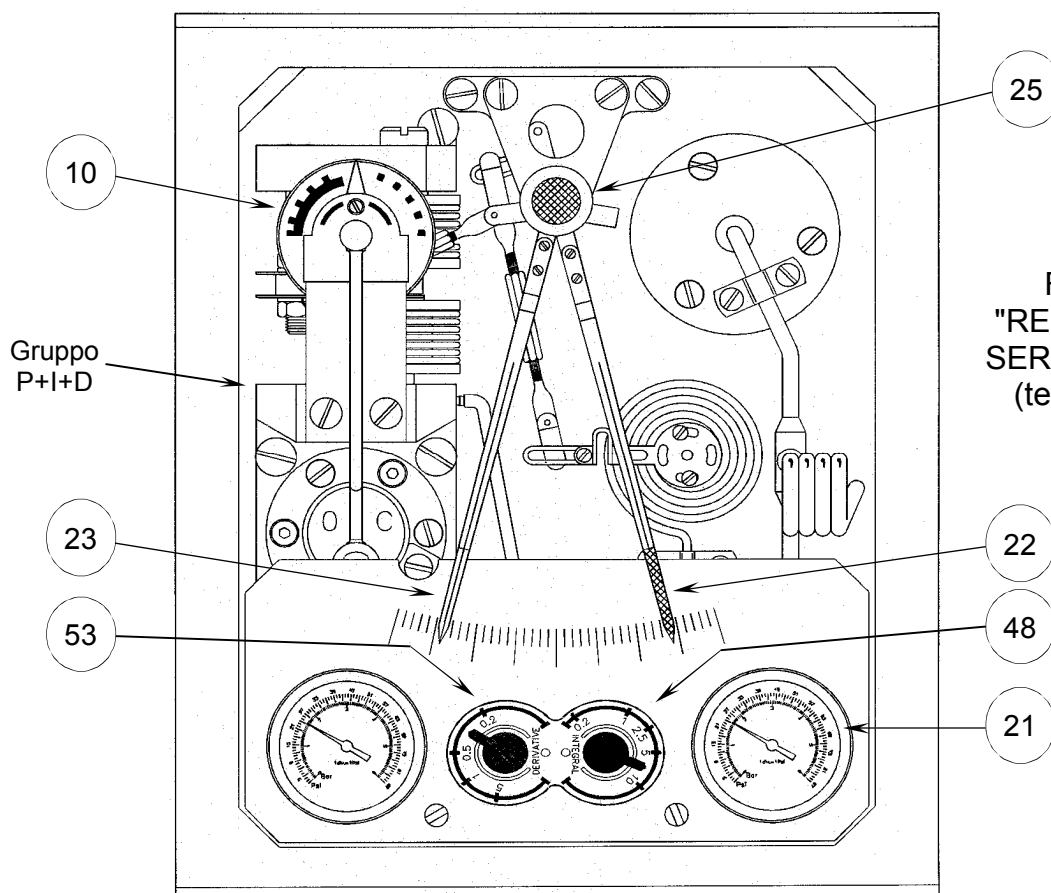

Fig. 3.4.1
3.4. REGOLATORE PROPORZIONALE + INTEGRALE + DERIVATIVA (P+I+D) (Fig. 3.4.1)